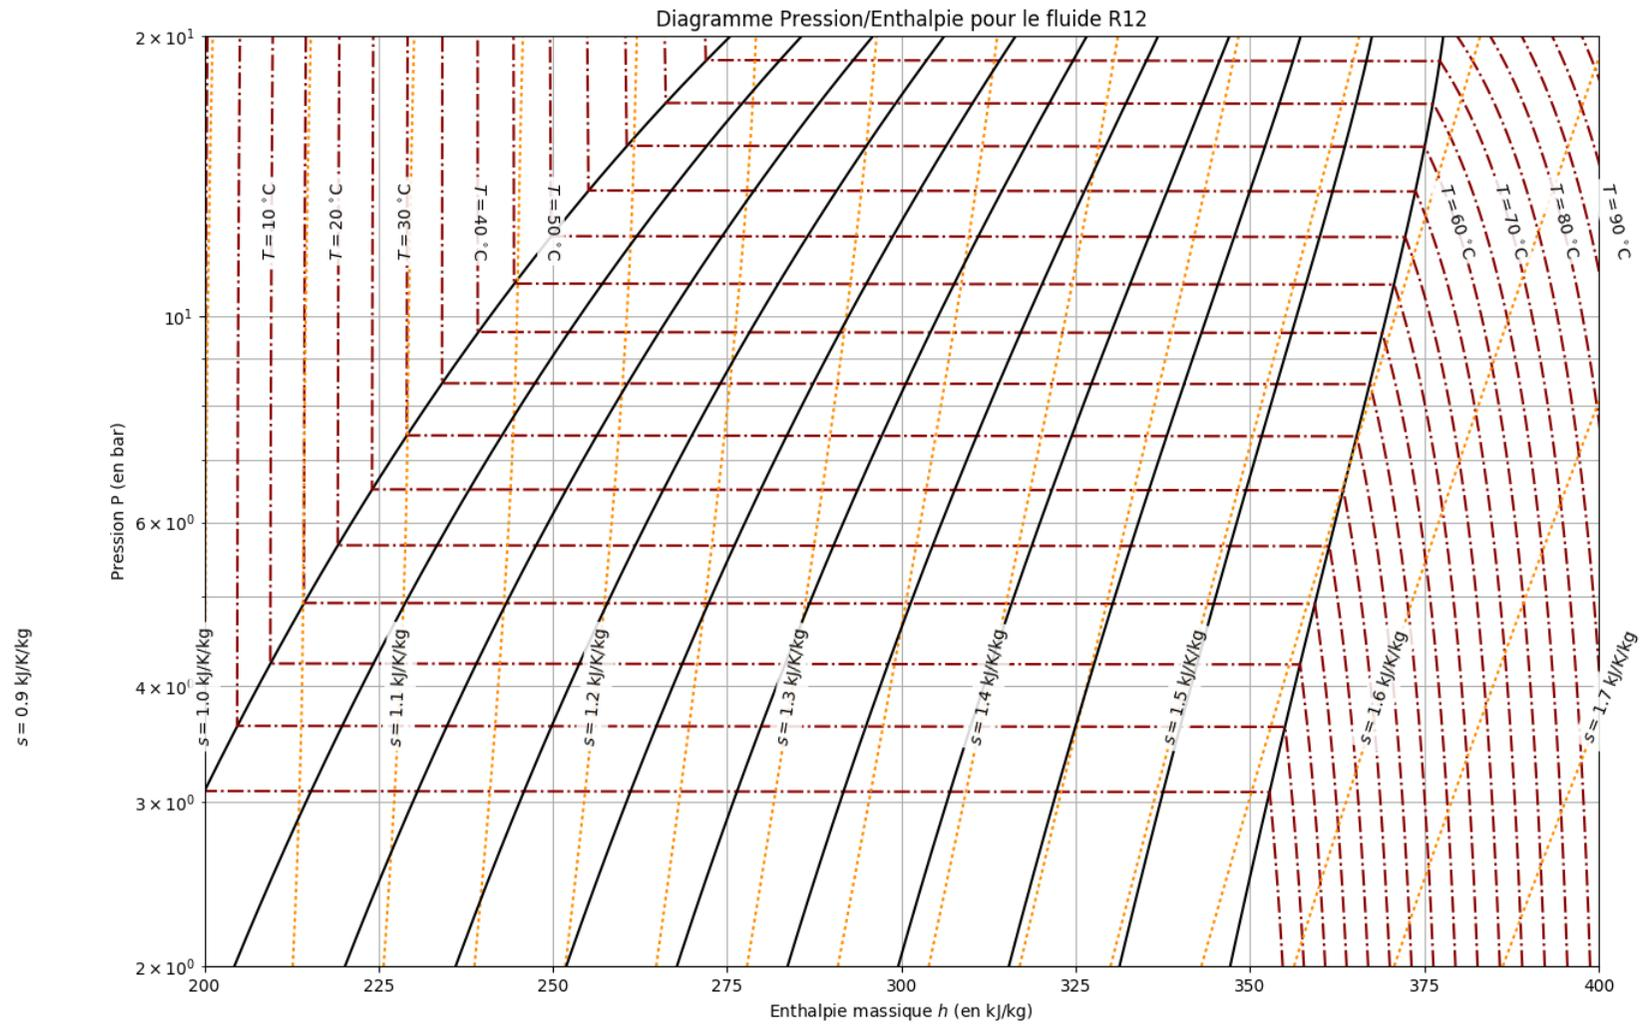

Fig. 2 : Diagramme P, h du fréon (R12).
- Définir et déterminer l'efficacité e de la pompe à chaleur ; on lira les valeurs sur la figure 2.